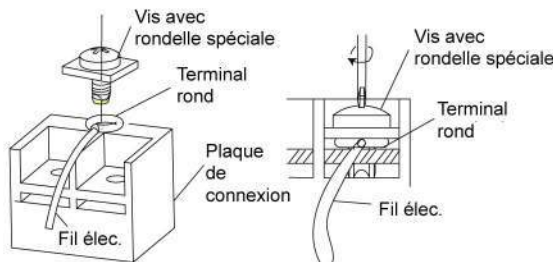

Fig.40
- 4). Positionnez le terminal rond, puis fixez-le en vissant la vis terminale à l'aide d'un tournevis (Fig.40).